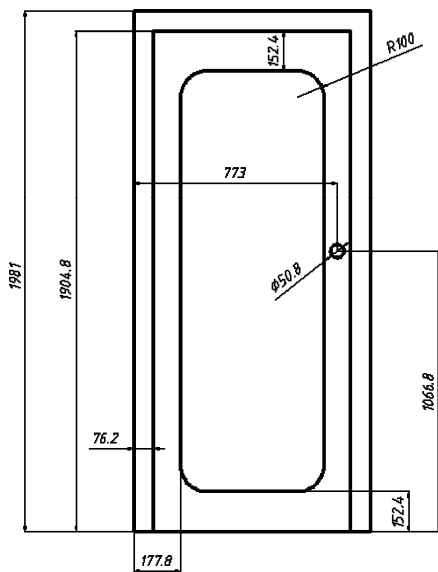

图 4-82 上机操作图 1
- (1) 在复制操作的过程中, 能否实现创建多个阵列副本? 请举例进行说明。
- (2) 请简述镜像图形的一般操作步骤。
- (3) 请简述旋转图形的一般操作步骤。
- (4) 在二维图形中, 阵列分哪几种?
- (5) 如何修剪与延伸图形。
- (6) 拉伸与拉长有什么不同?
- (7) 如何打断和如何合并图形对象?
- (8) 上机操作: 绘制图 4-82 所示的门图形。